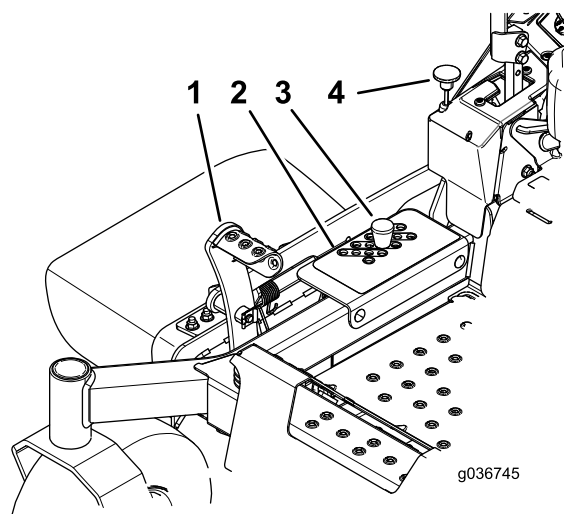

Рисунок 29
2. Нажмите на педаль подъема деки ногой и поднимите деку газонокосилки в TRANSPORT (ТРАНСПОРТНОЕ) положение (также соответствующее положению высоты скашивания 127 мм), как показано на Рисунок 29.
3. Извлеките штифт из кронштейна высоты скашивания (Рисунок 29).
4. Выберите отверстие в кронштейне высоты скашивания, соответствующее требуемой высоте скашивания, и вставьте штифт (Рисунок 29).